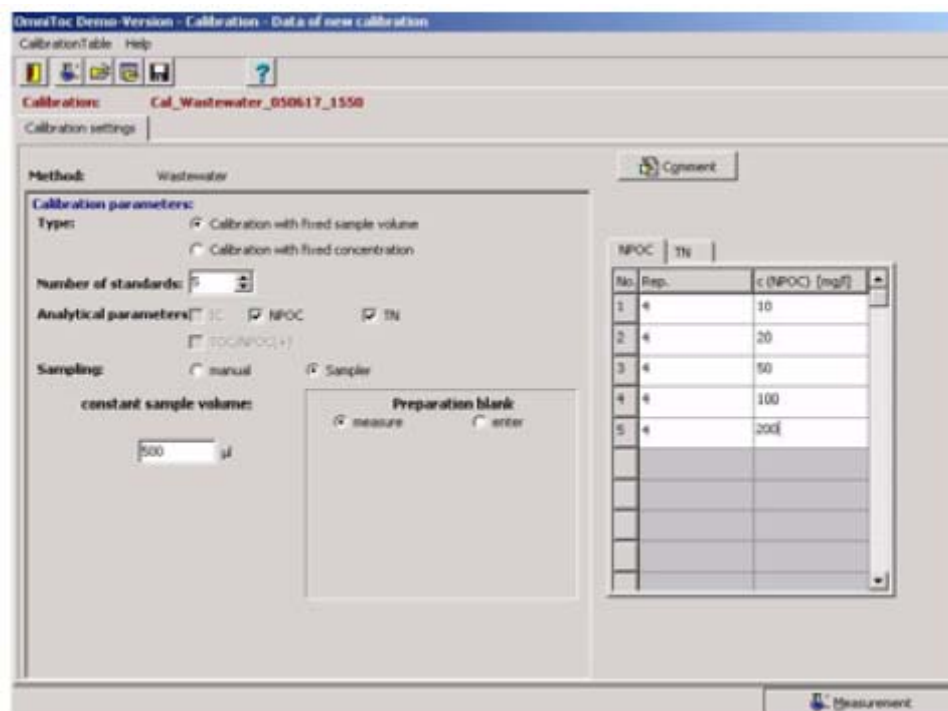

图46 Calibration-Data of New Calibration（标定——新标定数据）窗口
3. 选择待标定的方法（5.7.3）或者载入一个已有的标定表。按屏幕提示进行操作。当待标定的方法已经载入或者已有的标定表已经打开，**Calibration—Data of new calibration**（标定——新标定数据）窗口将打开（图46）。
只有在内部或外部固体测定模块存在或者手动处理样品的情况下才能对固体测试进行标定。标定操作步骤详见5.9。推荐的标定类型是固定浓度的标定（图46）。